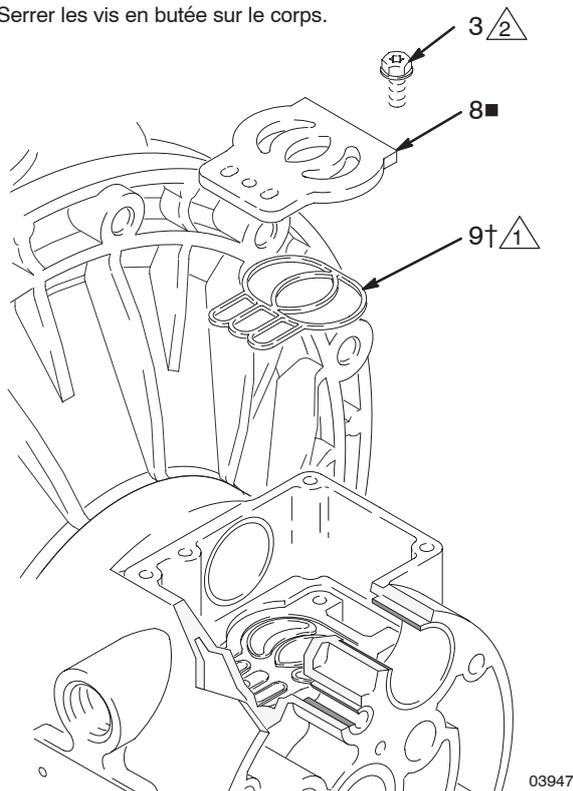

Fig. 9
2. Pour les modèles avec un corps central en aluminium, placer le joint (9†) de la plaquette de la vanne dans la fente au fond de l'ouverture pour cette vanne. Le côté arrondi du joint **doit** être orienté **vers le bas** dans la fente. Voir la figure 9.
3. Placer la plaquette (8■) de la vanne dans l'ouverture. Pour les modèles avec un corps central en aluminium, chaque face de la plaquette peut être orientée vers le haut. Visser les trois vis (3) avec un tournevis Torx (T20) ou une clé à douille de 7mm. Visser à fond les vis dans le corps. Voir la figure 9.